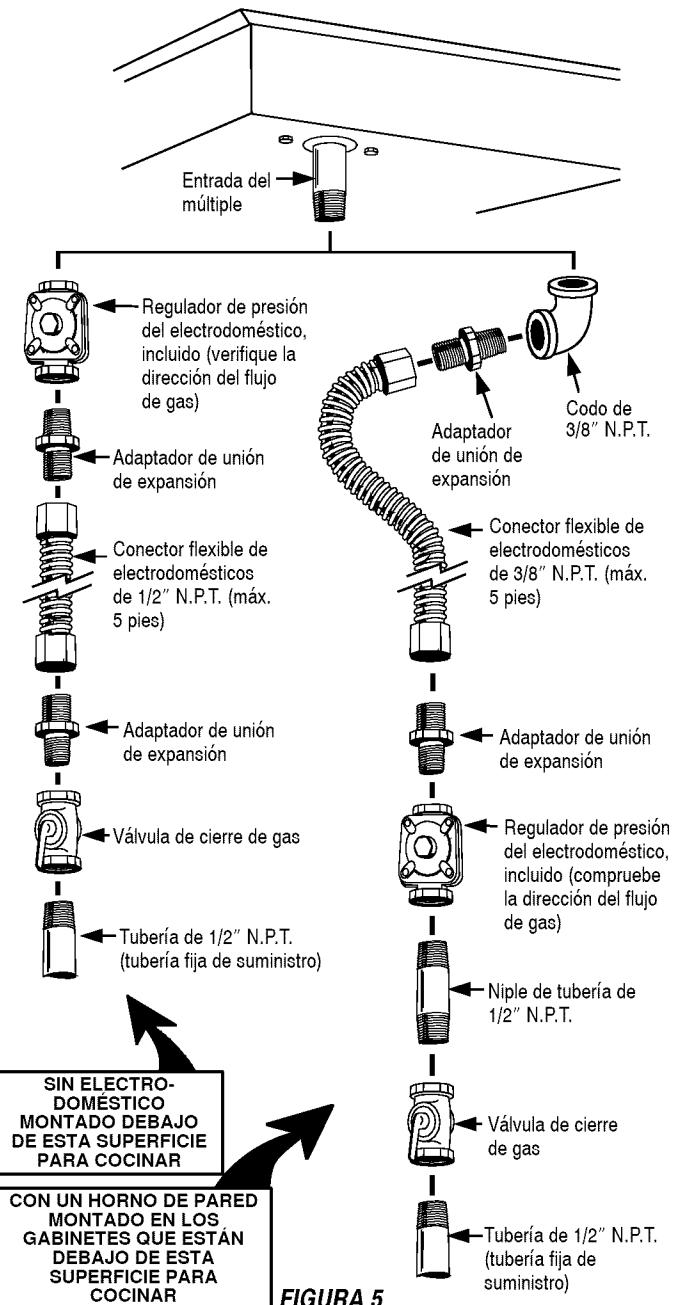

FIGURA 5
- Si se selecciona el método alternativo de tubería que se muestra en la figura 5 para la instalación, no se requerirá unión. (El conector flexible del electrodoméstico ilustrado proporciona las uniones necesarias para darle servicio.) Cuando se tiene una pared divisoria y se usa un conector flexible se recomienda que para mayor comodidad, tanto en la instalación como en el servicio, el conector flexible, en sí, se pase a través de la pared divisoria. **El conector flexible que se use con este electrodoméstico debe cumplir con todos los requisitos establecidos en el texto que acompaña a la figura 5.**
A menos que lo prohíban los códigos o reglamentos locales, puede usarse un conector metálico flexible A.G.A. nuevo y certificado para conectar este electrodoméstico al suministro de gas. El conector no debe ser más largo de 5 pies. Como en la figura 5, use el adaptador de unión de expansión adecuado en cada extremo del conector flexible. Si se usa un conector flexible asegúrese de que tanto el regulador de presión como la válvula de cierre manual están firmemente unidas a otra tubería rígida permanente (ya sea el suministro de gas o el múltiple del electrodoméstico) para que esté fijo físicamente. Vea las ilustraciones a continuación.